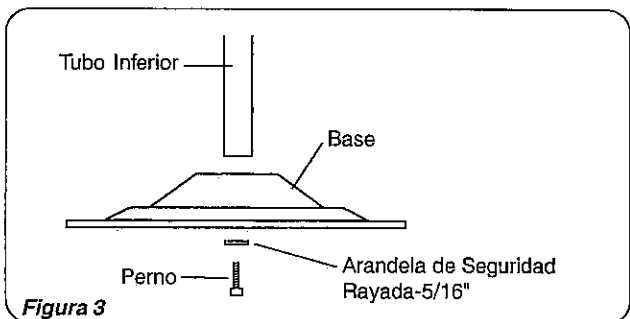

Figura 3
3. Fijar la Base al Tubo Inferior a la Base con el Perno y la Arandela de Seguridad Rayada (Figura 3) Apretar con la Llave Hexagonal suministrada FIRMEMENTE.